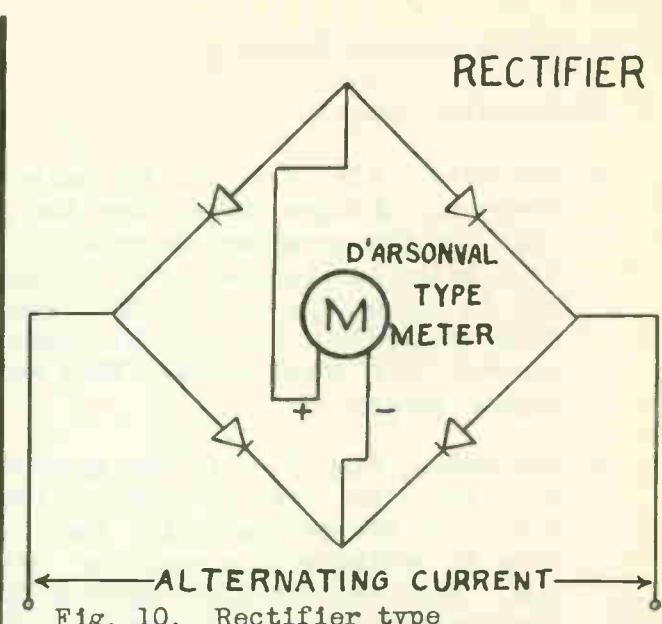

Fig. 10. Rectifier type
**5. Rectifier Types, Fig. 10**